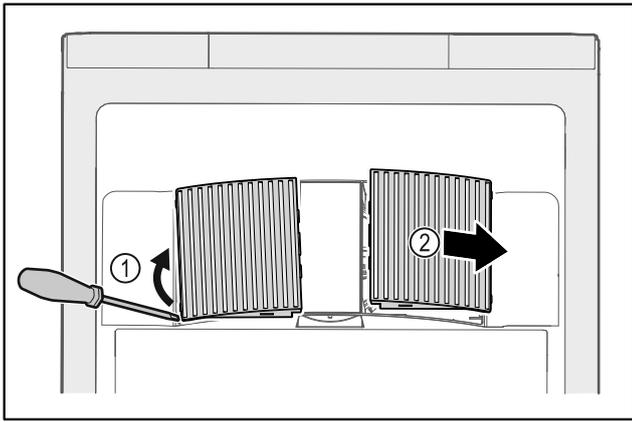

Fig. 200
- ▶ Ventilatorabdeckungen vorsichtig von der Seite heraushebeln Fig. 200 (1) und nach vorne abnehmen Fig. 200 (2).